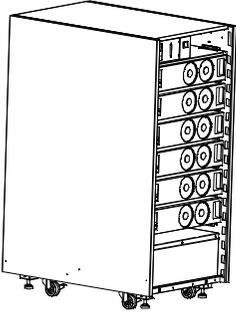

图 14
2) 如果使用 6 个模块，则不需安装挡风纸 (如图 14)；